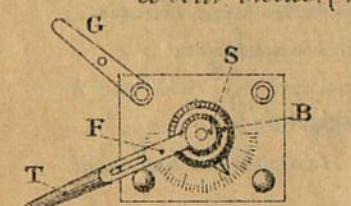

Fig. 2.
1^e Une première démultiplication du bouton de commande du condensateur réglable de synchroïsie, permettant d'avoir plus de précision dans l'accord, peut être obtenue en bloquant la manette à fente graduée (F) sur le bouton principal B du condensateur. Pour cela il suffit de visser fortement le petit bouton molleté supérieur (S) sur la manette. Celle-ci sera allongée à l'aide du tube creux à bout bleu. (Fig. 2).